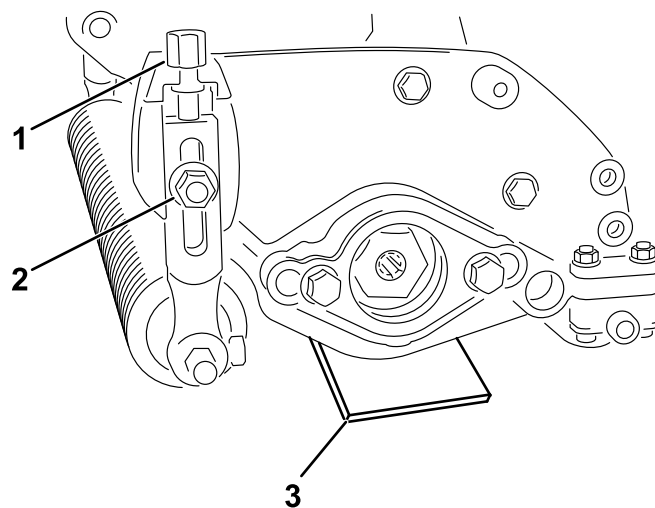

Figura 8
2. Aezai o bară de distanare, care este de grosimea înălțimii dorite a lamei deasupra solului, sub fiecare capăt al unităii de înlăturare a ierbii uscate (**Figura 8**).
3. Cu rolele în contact cu suprafaă plană, slăbiți ambele piulie cu guler (**Figura 8**).
4. Rotii uruburile de reglare a înălțimii de tăiere până când ambele capete ale unităii de înlăturare a ierbii uscate sunt aproape de suprafaă plană (**Figura 8**).